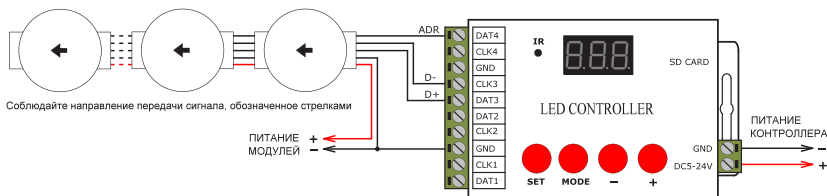

Рисунок 2.
3.2. Подключение DMX-модулей или лент с остальными поддерживаемыми микросхемами (см. рисунок 2).